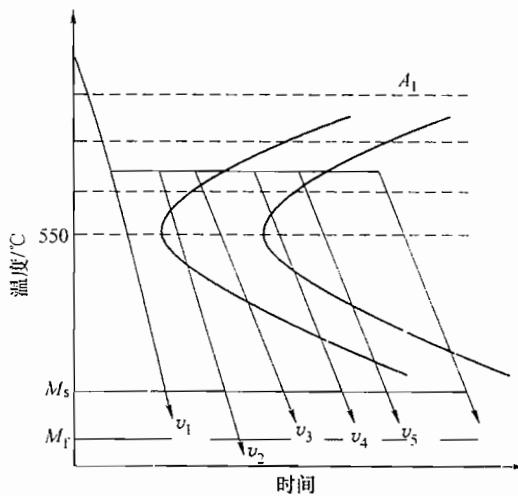

图 22-3 第四题第 2 小题图
(1) 若以图 22-3 所示的 v_1 、 v_2 、 v_3 、 v_4 、 v_5 和 v_6 的速度进行冷却, 各得到什么组织?
(2) 如将 v_1 冷却后的钢重新加热至 530°C , 经保温后冷却后又将得到什么组织? 力学性能有何变化?
(3) 论述影响钢的淬透性的因素。